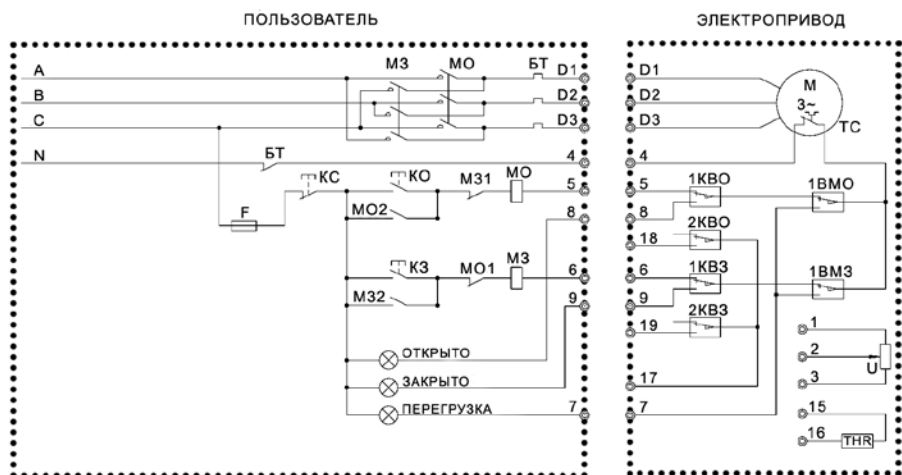

Рис.4 Принципиальная электрическая схема подключения электропривода ГЗ-ОФ.
на короткое время, позволяющее определить направление движения выходного вала. Если диск будет вращаться в направлении обратном заданному, поменяйте местами фазы (А, В, С) питающего напряжения на силовом щите: (А и В, или А и С, или В и С) (рис.4). После этого повторить проверку.
4.3 НАСТРОЙКА ДВУХСТОРОННЕЙ МУФТЫ ОГРАНИЧЕНИЯ КРУТЯЩЕГО МОМЕНТА (МОМЕНТНОЙ МУФТЫ) (рис.4)